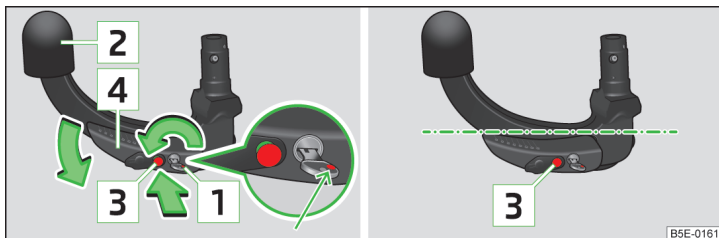

Fig. 154 Reglarea poziției de disponibilitate / poziția de disponibilitate
- Rotați cheia 1, în așa fel încât să fie vizibil marcajul de culoare roșie » fig. 154.